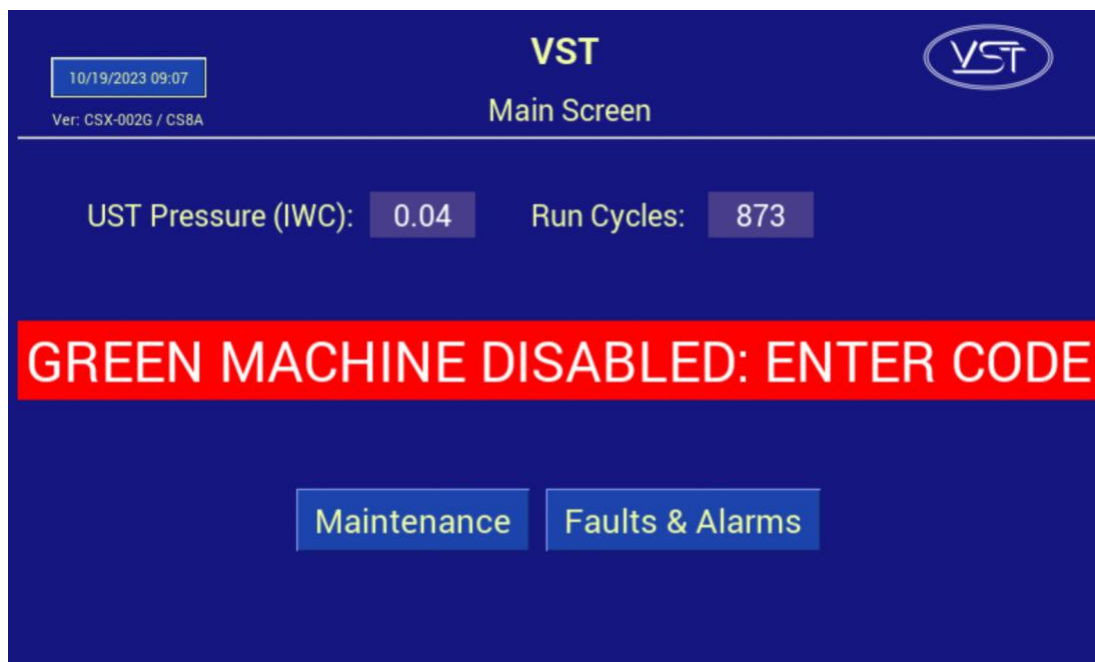

Figura 3-1: Pantalla principal con GREEN MACHINE DISABLED: ENTER CODE
- Después de la instalación y alimentación de energía del panel de control VST, **Figura 3-1** éste muestra la pantalla principal con la etiqueta GM DISABLED– ENTER CODE, que se analizará más adelante en este capítulo.